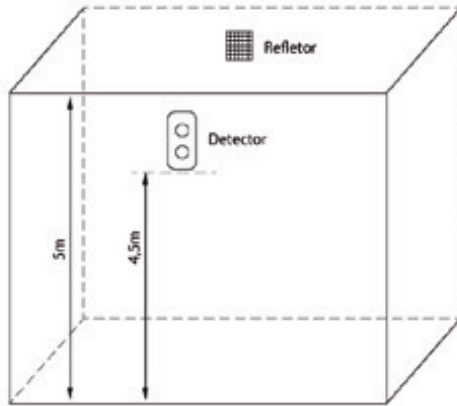

Fig. 4
a) Quando a altura do espaço for inferior a 5m, o detector e refletor devem ser instalados a 0,5m do teto, como mostrado na Fig. 4.